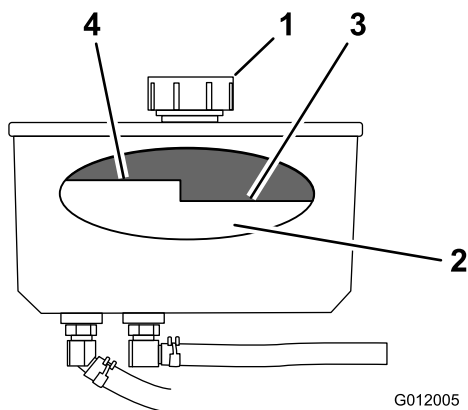

図 73
4. 油圧オイル・タンクの注油口と首の周辺をきれいに拭く (図 73)。
5. 給油口からキャップを取る。タンクの中をのぞいてオイルの量を確認する (図 73)。
注 オイルが暖かいときには、バップルの一番上のレベルまでオイルがあることが必要です (図 73)。